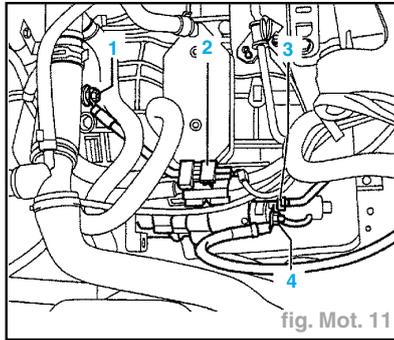

fig. Mot. 11
- Desserrer les vis de fixation (2) et déposer le carter de filtre à air (3).
- Désolidariser le câble de masse (1), en haut, de la vis de raccordement entre le moteur et la boîte de vitesses (fig. Mot. 11).
- Désolidariser le connecteur (2) et le sortir du support.